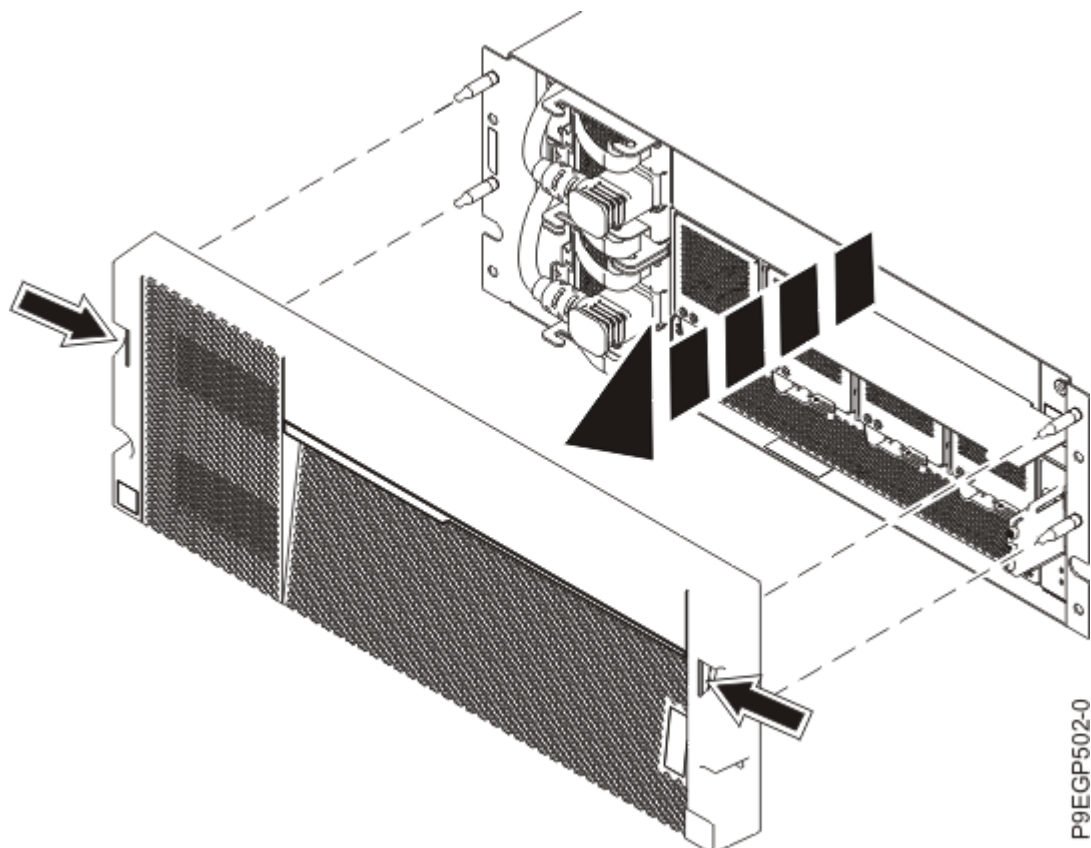

Figura 8. Extracción de la cubierta y de la tarjeta de información de servicio
- b. Utilizando los dos puntos de contacto azules situados a cada lado del cajón, tire del bisel en línea recta hacia fuera para retirar el bisel de la parte frontal del cajón, tal y como se muestra en Figura 8 en la página 13.